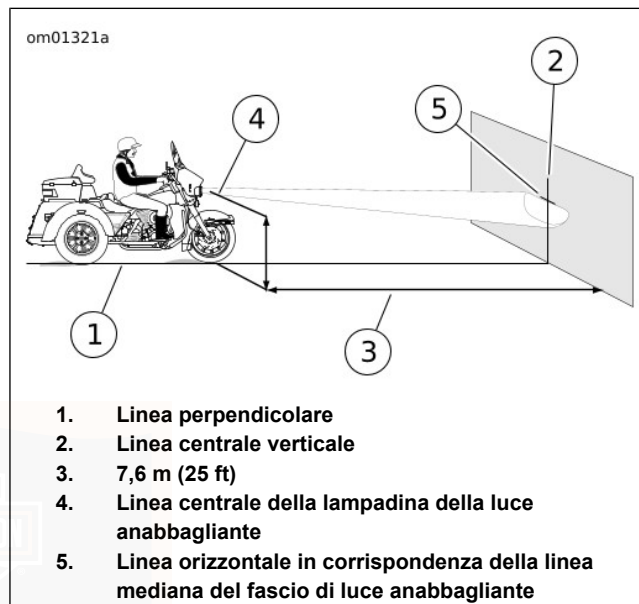
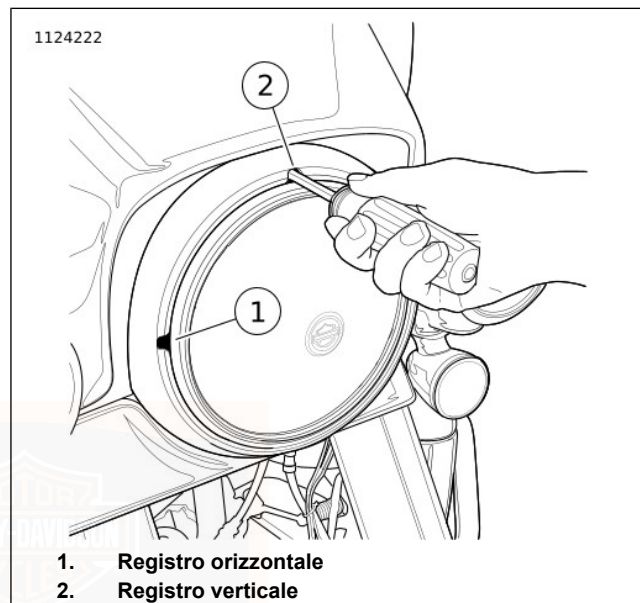

Figura 78. Allineamento del faro anteriore: LED
Figura 79. Registri del faro anteriore: tutti i modelli eccetto quelli con carenatura montata su telaio (tipica)
4. Vedere Figura 78. Parcheggiare la motocicletta su una linea (1) perpendicolare alla parete.
6. Tracciare una linea centrale verticale (2) sulla parete.
7. Con la motocicletta carica, puntare la ruota anteriore dritta in avanti verso la parete. Misurare la distanza dal pavimento al centro della lente (4) della **luce anabbagliante (superiore)**.
8. Vedere Figura 78. Tracciare una linea orizzontale (5) attraverso la linea verticale all'altezza misurata.
*Vedere Figura 78. Il faro anteriore è allineato quando la parte superiore della zona più luminosa del fascio di luce **anabbagliante** si trova dove mostrato.*
9. Vedere Figura 78. Verificare l'allineamento del faro anteriore.
2. Vedere Figura 79. Inserire una chiave a brugola ad estremità sferica da 5/32 di pollice nelle scanalature di registro nell'anello di rivestimento.
- a. **Orizzontale:** girare la vite di registrazione orizzontale (1) per regolare il fascio di luce a sinistra e a destra.
- b. **Verticale:** girare la vite di registrazione verticale (2) per regolare il fascio di luce in alto ed in basso.
3. Vedere Figura 78. Regolare l'**anabbagliante** del faro anteriore, come illustrato.